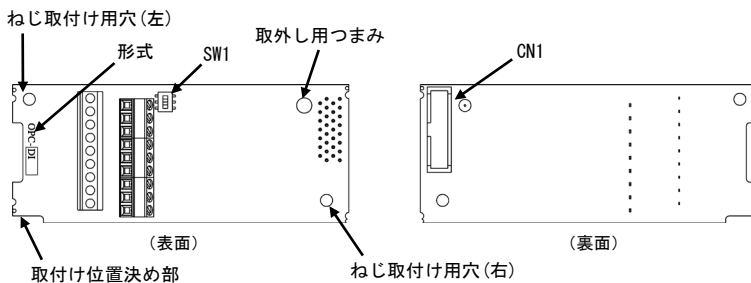
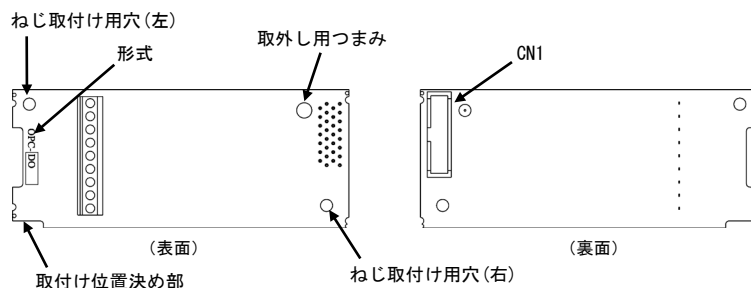

図 1.1 デジタル入カインタフェースカード (OPC-DI)
図 1.2 デジタル出カインタフェースカード (OPC-DO)
- (1) インタフェースカード、ねじ(M3×8:2本)、取扱説明書が入っていることを確認してください。
- (2) インタフェースカード上の部品の異常、凹み、反りなど輸送時での破損がないことを確認してください。
- (3) インタフェースカード上に下記の形式が印刷されていることを確認してください。
- ・デジタル入カインタフェースカード：『OPC-DI』(図 1.1 参照)
- ・デジタル出カインタフェースカード：『OPC-DO』(図 1.2 参照)
- (2) インタフェースカードの裏面(図 1.1, 図 1.2)の CN1 を, インバータ本体の制御プリント基板の A-Port (CN4), B-Port (CN5), C-Port (CN6) のいずれか 1 箇所へ差し込み, 付属ねじで固定して下さい。(図 1.5)
注意 インタフェースカードの取付け位置決め部(図 1.1, 図 1.2)がツメ(図 1.4①)にセットされ, CN1 (図 1.4②)が確実に差し込まれていることを確認してください。図 1.5 は取付け完了を示します。
- (3) インタフェースカードの配線を行います。